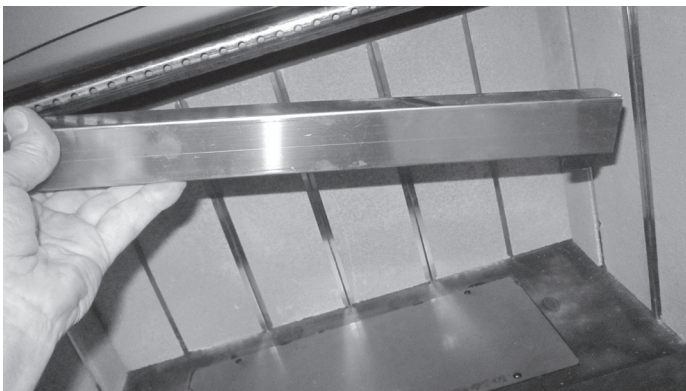

Figure 4.5 Retirer le canal de protection du déflecteur
2. Retirez le canal de protection du déflecteur en le soulevant et en le tournant vers le bas, puis en le tirant de la boîte à feu. Voir la figure 4.5.